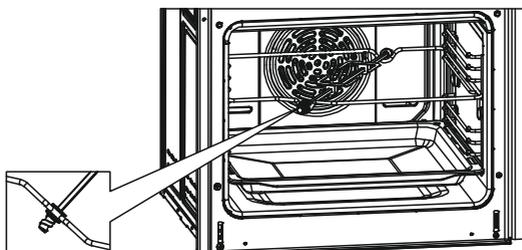

Рис. 6
4. Вставьте вертел в отверстие в стене рабочей камеры печи. Поместите вертел с продуктами в корпус роторного двигателя камеры печи (рисунок 6). Оба конца вертела расположите на кронштейне.